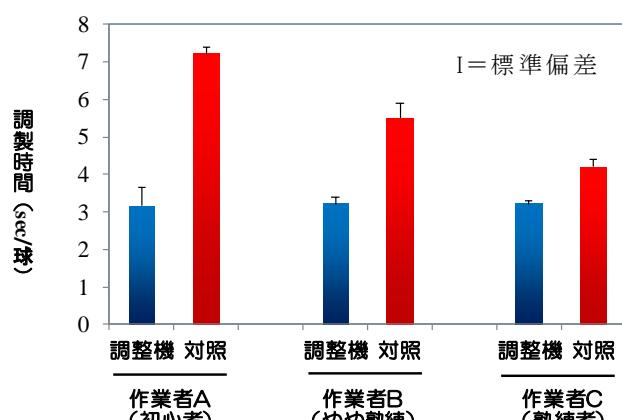

図3 球根調製機による作業短縮効果
- 3) 本機の利用により、25~56% の作業時間の短縮が可能です。特に、作業に慣れていない初心者では、手作業の半分以下に短縮できます(図 3)。